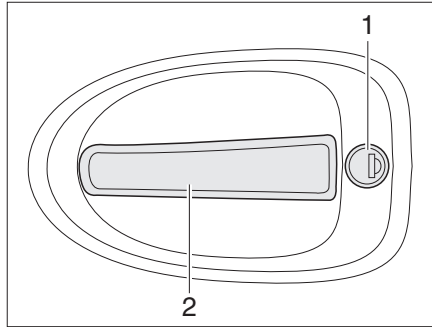

Fig. 43 Serrure de la porte chauffeur, à l'extérieur
- Insérer la clé dans le barillet (Fig. 43,1) et la tourner jusqu'à ce que la serrure de la porte soit déverrouillée.
- Tirer sur la poignée de la porte (Fig. 43,2). La porte est ouverte.
- Insérer la clé dans le barillet (Fig. 43,1) et la tourner jusqu'à ce que la serrure de la porte soit verrouillée.